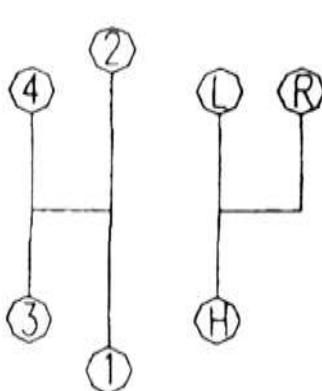
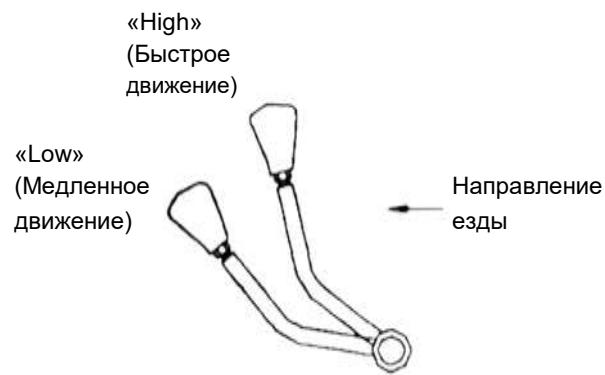

Рис. 4-2. Схема коробки передач
Рис. 4-3. Рычаг выбора режима движения (быстрое/медленное)
### **(1) Положения «рычагов переключения передач» (основного и вспомогательного) (См. Рис. 4-2 и Рис. 4-3)**